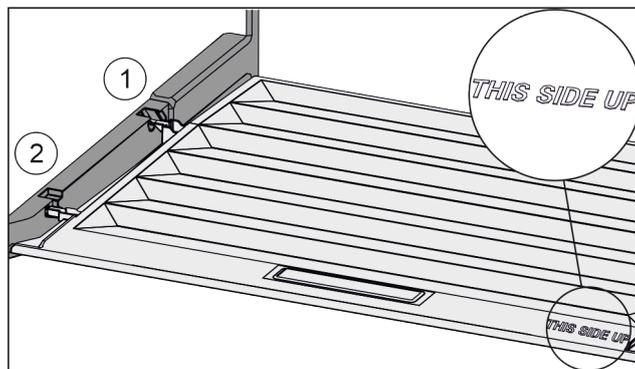

*Fig. 109*
- ▶ Издърпайте напред *Fig. 109 (1)* капака до отвора в задържащите части.
- ▶ Повдигнете го отзад отдолу и отстранете *Fig. 109 (2)* нагоре.